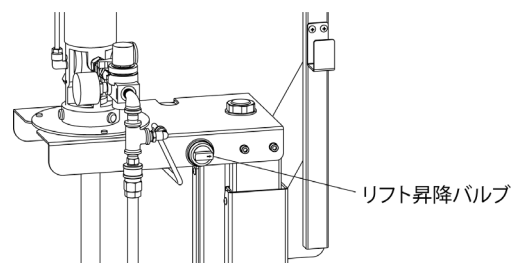

Fig.16
- 3) リフト昇降バルブを『上昇』に切り換えると、ポンプが上昇します。(Fig.16)